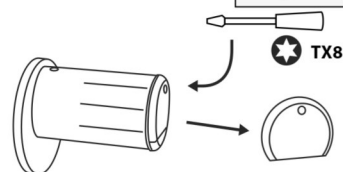

Abb. 2
- 1 Lösen Sie mit dem beigegeführten Schraubendreher TX8 auf der Innenseite der Tür am vorderen Ende des Knaufs die Schraube und klappen Sie den Deckel auf. Die Schraube kann nur bis zum Öffnen des Deckels ausgedreht werden und fällt nicht heraus. (Abb. 2).